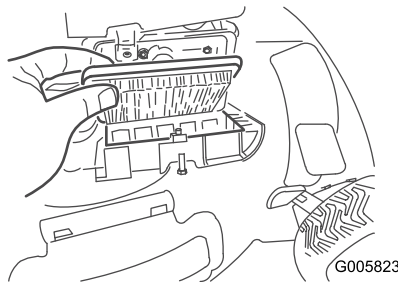

Bild 27
2. Tauschen Sie den Luftfilter aus (Bild 27).